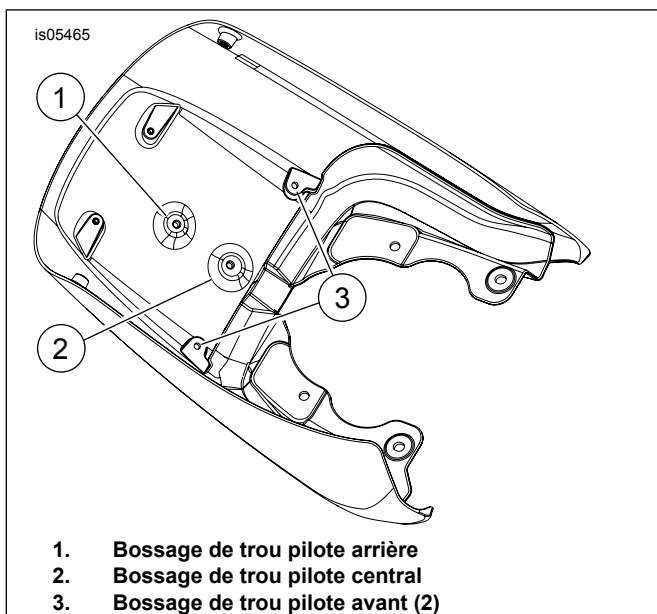

Figure 2. Intérieur du garde-boue
1. Voir Figure 2. Placer du ruban-cache sur la surface peinte extérieure du garde-boue aux emplacements de trou (2 et 3). Ceci protégera la surface peinte pendant le perçage.
Voir Figure 2. Si le porte-bagages a été installé précédemment, il est nécessaire de percer seulement le trou (2).
1. Voir Figure 2. Placer du ruban-cache sur la surface peinte extérieure du garde-boue aux emplacements de trou (1, 2 et 3). Ceci protégera la surface peinte pendant le perçage.